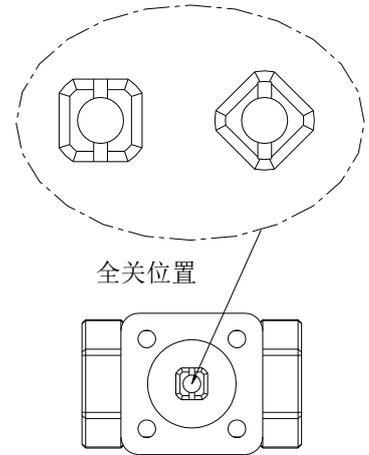

图 3
- (1) 如图 3, 将阀杆上端面的一字槽旋转至全关位置: 二通阀一字槽垂直 AB(水流方向)方向为阀门全关状态; 三通阀一字槽垂直 AC 方向为全关闭状态。